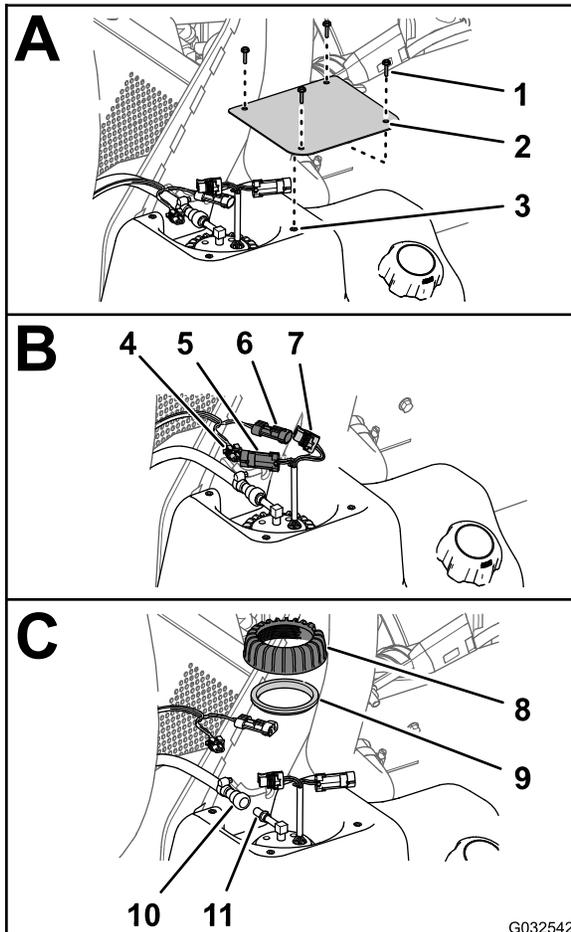

Figura 78
2. En el depósito de combustible, retire los 4 tornillos (N° 10 x 3/4") que sujetan la tapa a la parte superior del depósito de combustible, y retire la tapa (Figura 78).
3. Desconecte el conector hembra de 2 vías del arnés de cables de la máquina del conector de 2 pines de la bomba de combustible/sensor; desconecte el conector de 2 pines del arnés de cables de la máquina del conector hembra de 2 vías de la bomba de combustible/sensor (Figura 78).
4. Aleje el anillo de bloqueo del acoplamiento de la manguera de combustible del conector de la bomba de combustible/sensor y retire el acoplamiento y la manguera del conector (Figura 78).
5. Gire la tuerca de la bomba de combustible/sensor en sentido antihorario y retire la contratuerca y la junta (Figura 78).